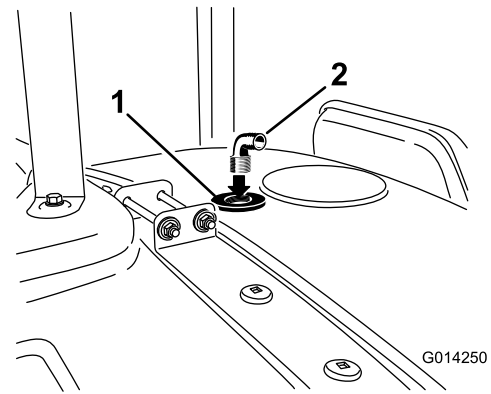

Bild 18
9. Befestigen Sie das Anschlussstück in der Gewindeöffnung des SpüldüsenSchotts (Bild 18).